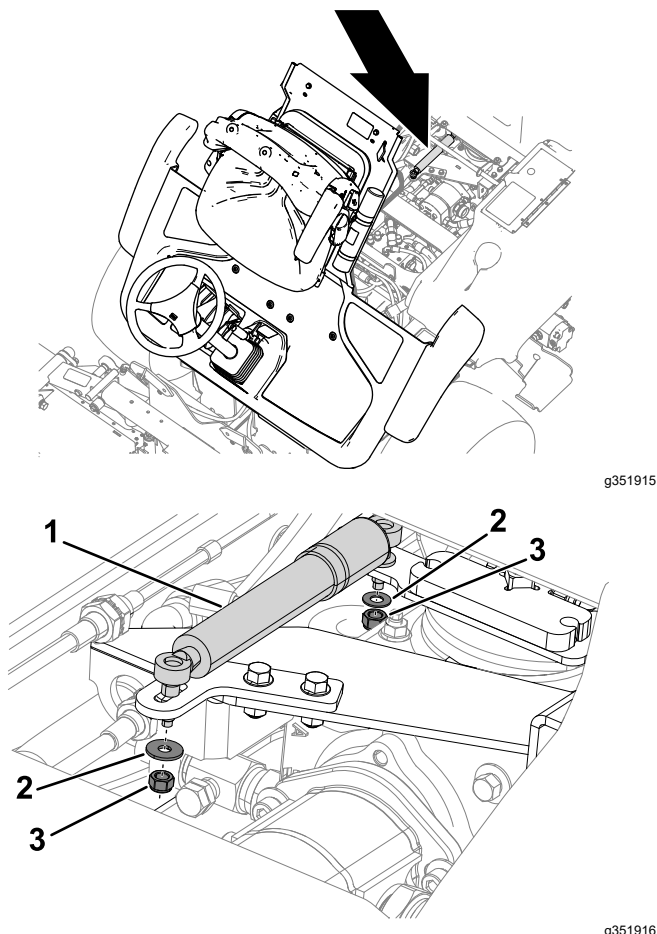

Figura 87
2. Retire las arandelas y las tuercas que sujetan el amortiguador al soporte y a la bomba de transmisión (**Figura 87**).